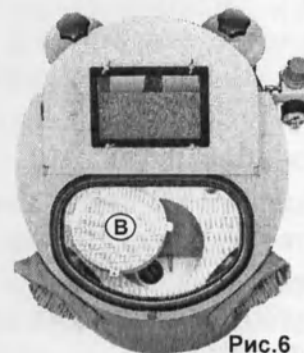

Рис.6
4.2.9 Решетка бункера жестко закреплена в камере **АСОЗ** (рис.6). Сито (**В**) бункера съемное и предназначено для сбора и удобного удаления крупных отходов.